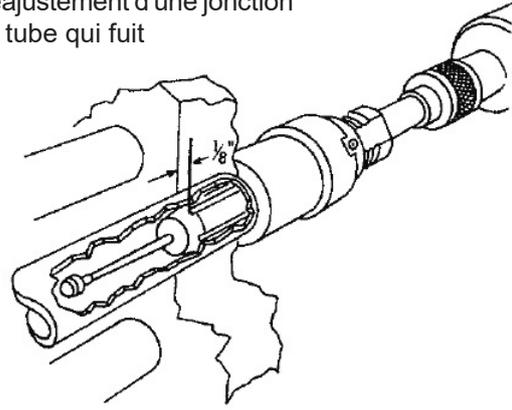

Fig. 12
1. N'allez pas au-delà de la face intérieure de la plaque tubulaire (voir figure 12).